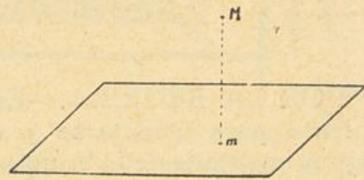

Fig. 19
**Nociones de Geometría.**—*Proyecciones.*—Se llama proyección de un punto  $M$  (fig. 19) sobre un plano  $P$ , al pie  $m$  de la perpendicular bajada desde el punto al plano.